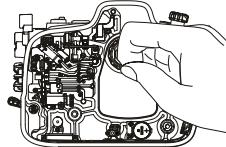

図2
3. センサーの2本のワイヤーを軽く湿らせた綿棒で触ってみてください。(図2)アラーム音が鳴ってLEDが赤く点滅すれば異常ありません。その後、乾いた布などでワイヤー表面を軽く拭いてください。アラーム音とLED点滅は、拭き取り後も5秒間継続します。
2. ハウジングからカメラ固定プレートを取り外します。(図2)
2. ポートリリースレバーを外側に回してください。(図2)
2. ハウジング内側からファインダーを軽く押します。(図2)